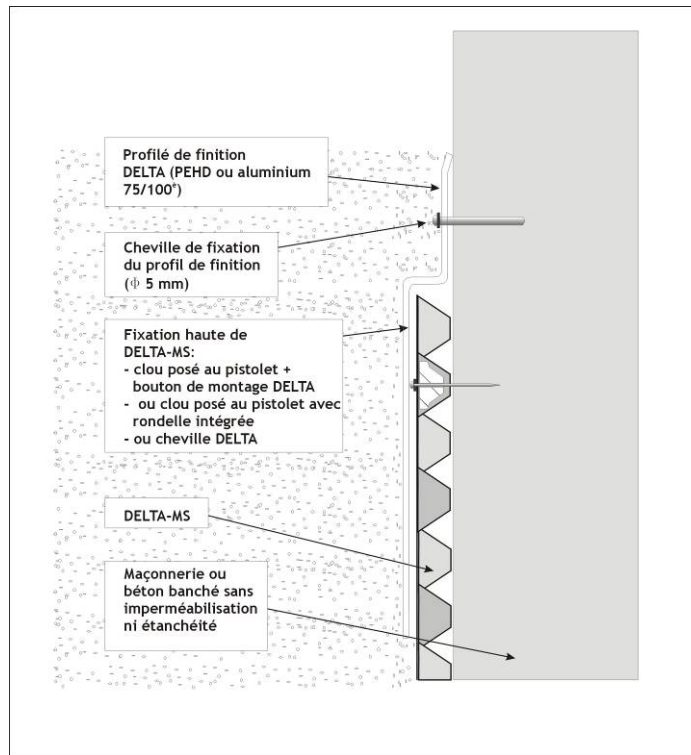

Figure 8 – Exemple de mise en œuvre DELTA-MS + profilé de finition MS (polyéthylène)
5.43 Arrêt supérieur (cf. figures 8 à 10)